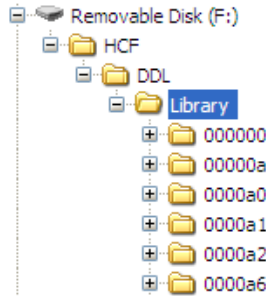

Figura 2-14: Estructura de carpetas de la biblioteca de dispositivos HART®
2. Asegúrese de que la carpeta HCF se encuentre en el directorio raíz de la unidad flash USB. La estructura de directorios necesaria en la unidad flash USB se muestra en la Figura 2-14.
3. Copie la carpeta HCF en el directorio raíz del dispositivo de memoria flash USB del DPI 620 Genii. La estructura de directorios necesaria en el dispositivo de memoria flash USB del DPI 620 Genii se muestra en la Figura 2-14.